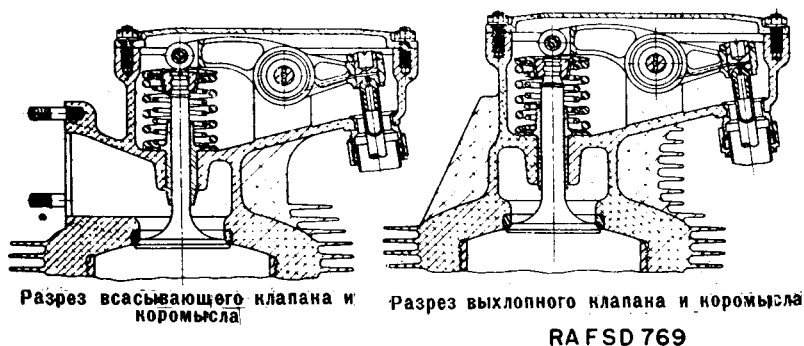

Рис. 39. Клапанный механизм радиального дизеля "Гуильберсон".
45. Механизм клапанов (рис. 39).